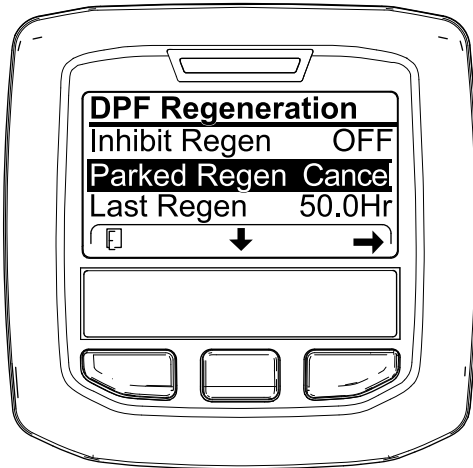

Figure 35
1. Ouvrez le menu DPF Regeneration (régénération du FAP) (Figure 35).
2. Appuyez sur le bouton central pour naviguer jusqu'à l'option PARKED REGEN CANCEL (Figure 35) ou RECOVERY REGEN CANCEL (Figure 36).
3. Appuyez sur le bouton droit pour sélectionner l'option Regen Cancel (annulation de régénération) (Figure 35 ou Figure 36).